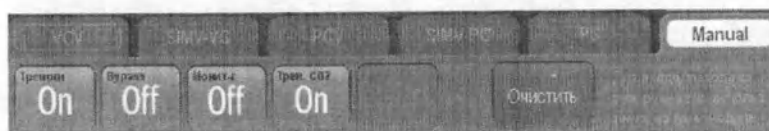

РИС. 5-2 Кнопка «Очистить»
Кнопка **Очистить** расположена на вкладке **Вручную** (РИС. 5-2). Кнопку **Очистить** можно выбрать только в том случае, когда переключатель вентиляции **Ав-то/Вручную** установлен на **Вручную**, и когда все потоки газов выключены.
3. На вкладке **Вручную** выберите кнопку **Очистить** (см. РИС. 5-2).